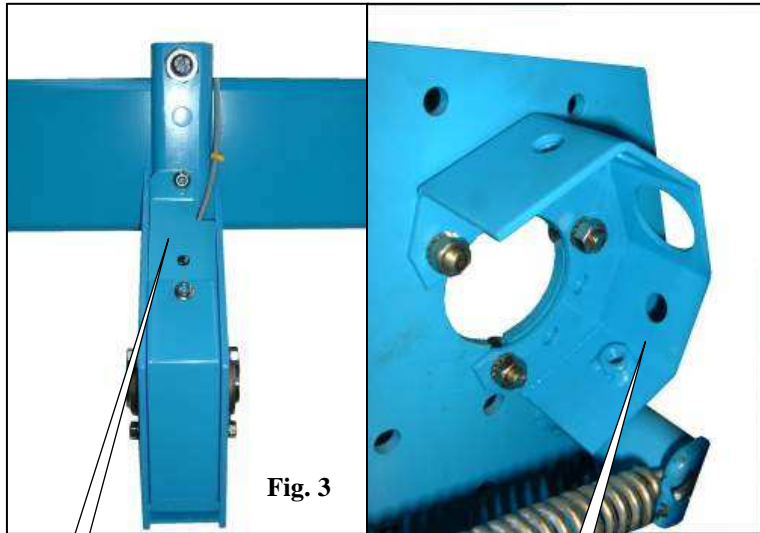

Fig. 3
- Montieren Sie die Zelle C (Abb. 3, 4 und 5) mit Hilfe der beiden Senkschrauben D (Abb. 3, 4 und 5).
- Monteer cel C (fig.3, 4 en 5) met behulp van twee schroeven met verzonken koppen D (fig. 3, 4 en 5).
- Montar la célula C (fig. 3, 4 y 5) con los dos tornillos de cabeza ranurada D (fig. 3, 4 y 5).
- Montare la cellula C (fig. 3, 4 e 5) con le due viti a testa fresata D (fig. 3, 4 e 5).
-**Sur NC et NG+**, monter la boîte à capteur E (fig. 3) sur la poutre du châssis à l'aide de la bride et des écrous fournis.